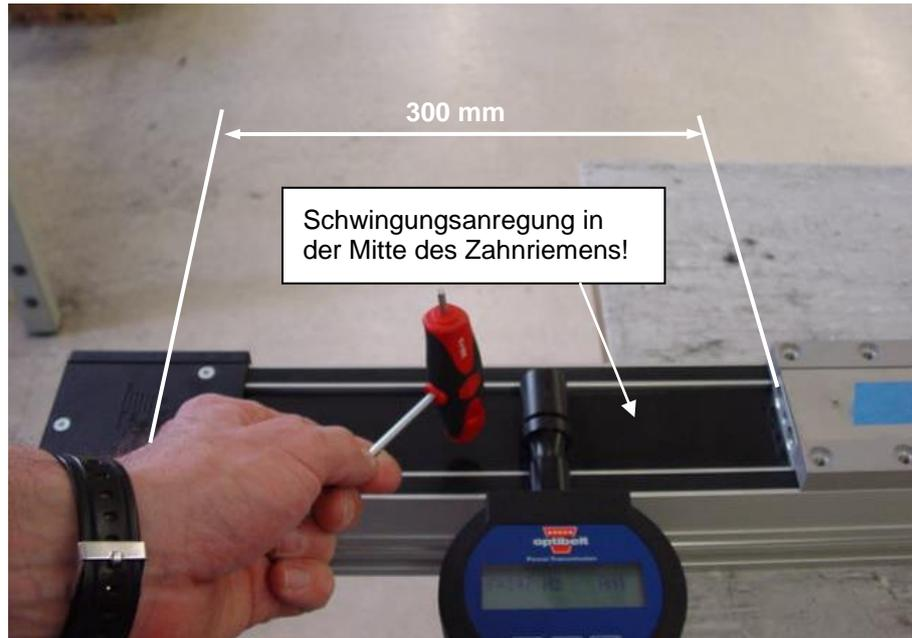

Abbildung 10: Messung am Modul 80/15 durchführen (Modul 115/42 und Modul 160/15 analog)
- (1) Montieren Sie den neuen Riemen.
- (2) Bewegen Sie den Schlitten von Hand mindestens zehnmahl hin und her (drücken Sie dabei den Riemen von Hand mehrmals nach unten).
- (3) Führen Sie die Messungen wie in *Abbildung 10* gezeigt durch.